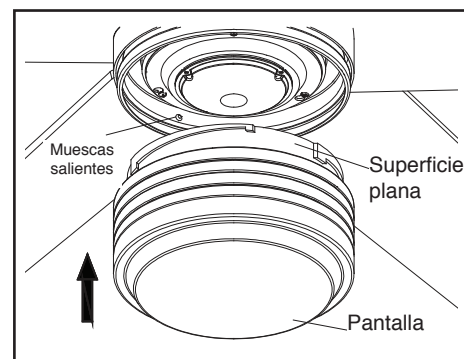

Figura 17
5. Coloca la pantalla dentro de la carcasa del kit de luces alineando las tres áreas planas en la parte superior de la pantalla con las tres muescas salientes en la carcasa. Gira la pantalla hacia la derecha hasta que se detenga. Asegúrate de girar el lente completamente. Ejerce suficiente fuerza para superar el primer bache y gira completamente hacia adentro. (Figura 17)